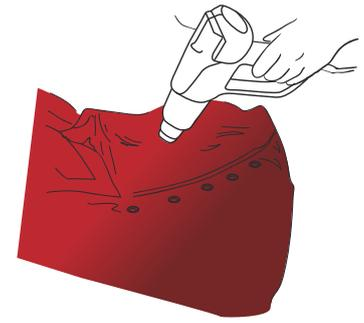

Figure 23
- › Puis chauffer à nouveau chaque rivet à 80-90 °C. (FIG. 23)